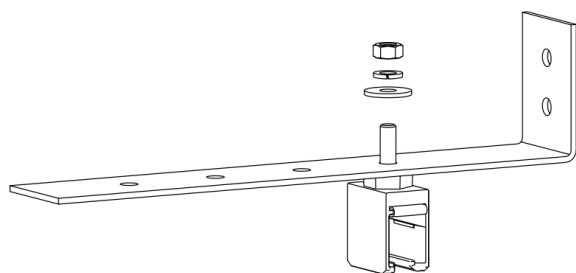
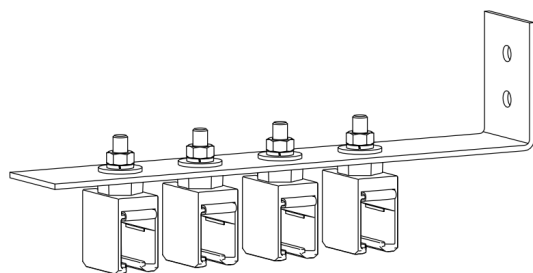

Fig. 58 : Insérer le support de rail dans le premier alésage de la tôle de maintien.
Fig. 60 : Tous les supports de rail sont montés.
- Insérer le support de rail dans l'alésage de la tôle de maintien et serrer les vissages par le haut au couple prescrit (clé de 13, clé dynamométrique : **7 Nm**) (voir Fig. 58 et Fig. 60). L'étrier de retenue inférieur du support de rail doit pouvoir pivoter. Il n'est pas nécessaire de procéder ensuite à un alignement.